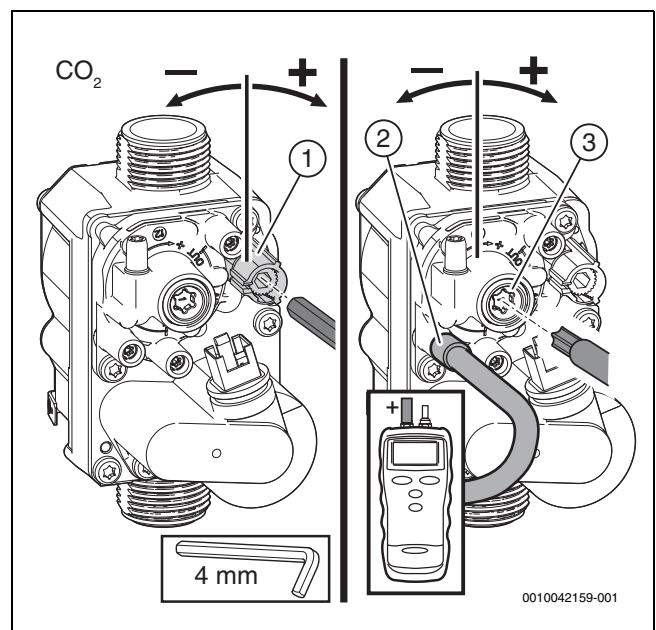

Bild 50 Einstellen der Gasarmatur
- ▶ Plombe an der Einstellschraube der Gasarmatur unten in Bild 50) und CO₂- oder O₂-Gehalt für minimale Nennwärmeleistung einstellen.